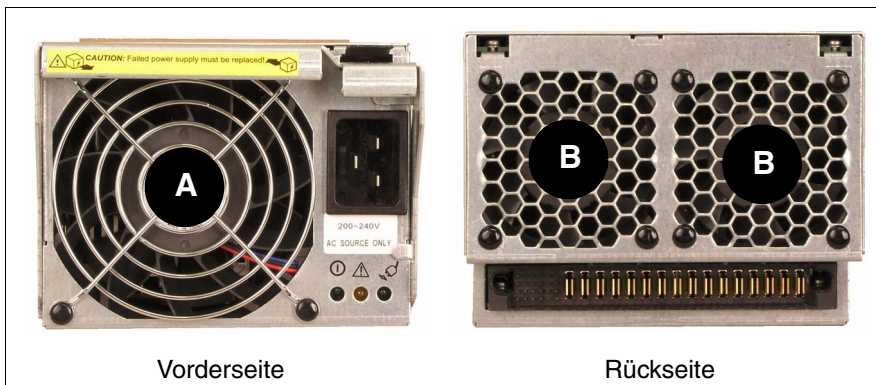

Bild 88: Netzteil: Lüfter
Jedes Netzteil verfügt über einen großen Lüfter an der Vorderseite (A) und zwei kleinere Lüfter an der Rückseite (B), die zum Lüftungskonzept des Systems gehören (siehe Bild 88 unten).
¹ Wenn der große Lüfter an der Vorderseite ausfällt, wird das Netzteil abgeschaltet. Fällt einer der kleinen Lüfter an der Rückseite aus, arbeitet das Netzteil weiter. Zur Lage der Netzteil Lüfter siehe Bild 88.
- ▶ Achten Sie auf die Lüfter-LED der Netzteile auf der Rückseite der Systemeinheit (siehe Bild 88 auf Seite 136), um festzustellen, welches Netzteil defekt ist.